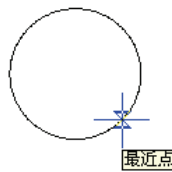

图 1-60 捕捉最近点
⑪ 最近点 (NEAres): 捕捉该对象上和拾取点最靠近的点。如图 1-60 所示。